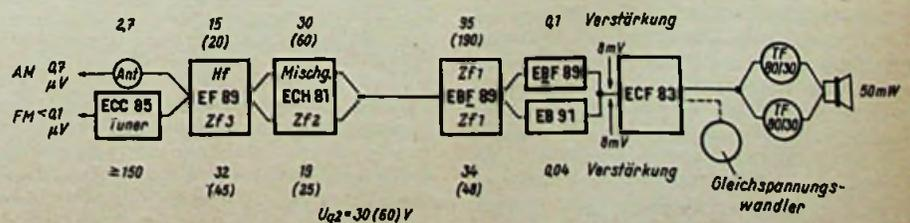

Bild 2. Blockschaltung mit Normalröhren und Gleichspannungswandler
Über ein nach diesem Prinzip in der Serie gebautes AM-Gerät wurde bereits berichtet1). Der Platzbedarf für ein solches Gerät ist nicht größer; bei AM-Betrieb haben beide Empfängertypen die gleiche Batteriebelastung von etwa 10 W und bei FM-Betrieb beträgt die Ersparnis beim Gerät ohne Spannungswandler lediglich 20%. Bild 2 zeigt das Blockschaltbild eines entsprechenden AM/FM-Empfängers, dabei ist im NF-Teil eine Gegenkopplung vom Faktor 2 vorgesehen. Die wesentlichen Röhrendaten und die erzielbare Verstärkung enthält Tabelle 1. Dabei wird die maximale Verstärkung entweder durch die erforderliche Schwingsicherheit 10 (FM) oder durch den praktisch erreichbaren Übertragungswiderstand  $Z_0$  (AM) bestimmt. Die im Blockschaltbild angegebenen Werte gelten für 30 V Schirmgitterspannung. Bei 60 V Schirmgitterspannung erhält man die eingeklammerten höheren Werte oder bei gleicher Verstärkung sehr kleine Übertragungswiderstände der Bandfilter (vgl. Tab.).